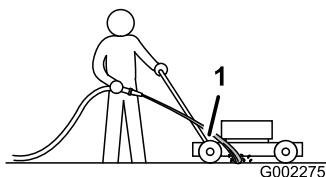

Figura 22
3. Întindeți furtunul de grădină la nivelul mânerului și direcționați fluxul de apă pe pământ, chiar în fața roii dreapta spate (Figura 22).